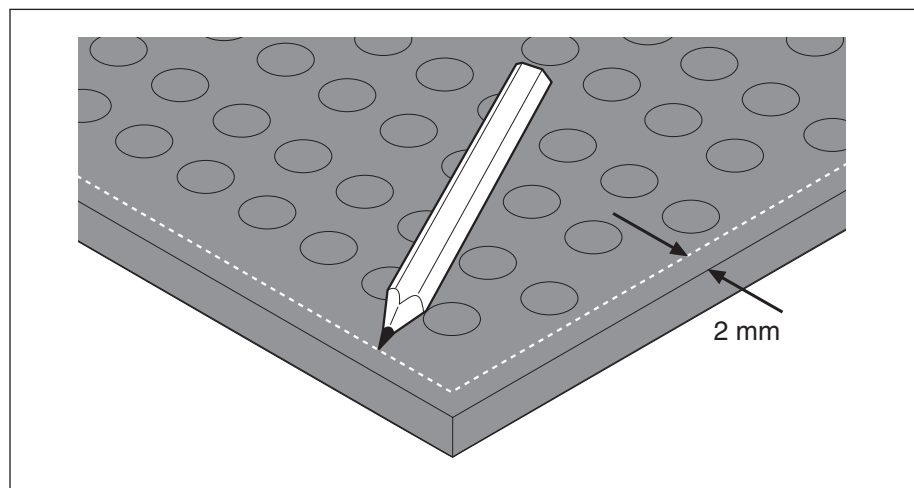

Abb. 5-6: Markierungen am Trittschalterrand anbringen
1. Im Abstand von 2 mm von den äußeren Kanten der Trittschalteranlage z. B. mit einem Kugelschreiber Markierungen auf den Trittschaltern anbringen (siehe Abb. 5-6, S. 11).